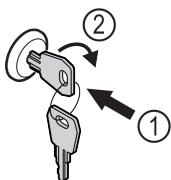

Fig. 67
- Вдавити ключ Fig. 67 (1).
- Повернути ключ на 90° за годинниковою стрілкою Fig. 67 (2).